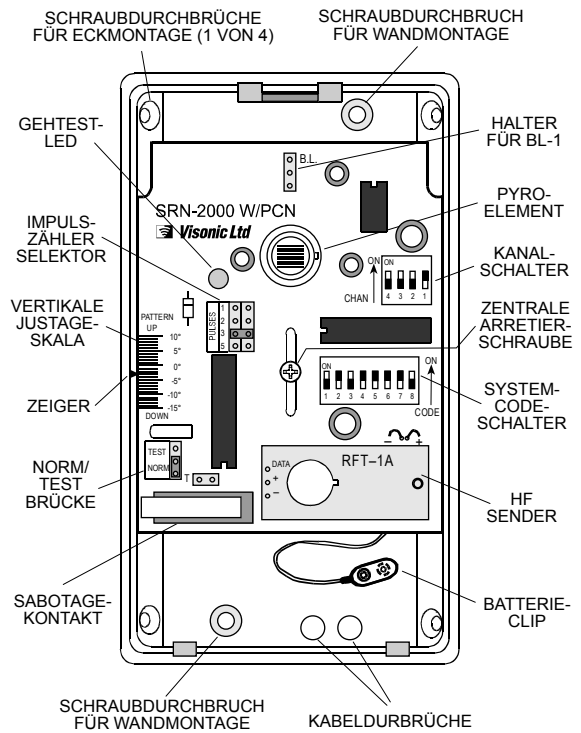

Abb. 8 Innenansicht des Bewegungsmelders
- B. Befestigen Sie das Gehäuse mit der gedruckten Schaltung an der gemäß Kapitel 6 ausgewählten Montagestelle. Für die Montage des Melders sind Schraubdurchbrüche vorhanden (s. Abb. 8), die leicht mit einem spitzen Gegenstand durchstoßen werden können. Der Melder muß sorgfältig befestigt werden, um Vibrationen auszuschließen.